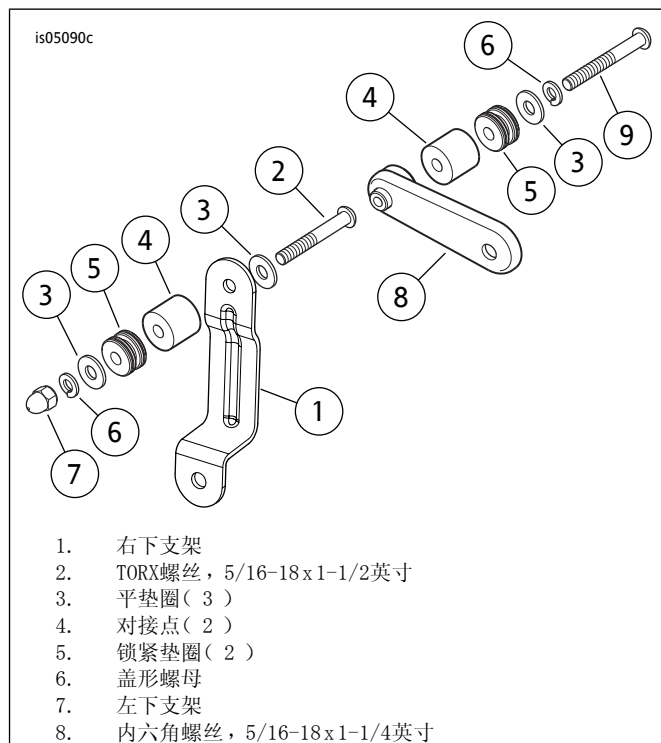
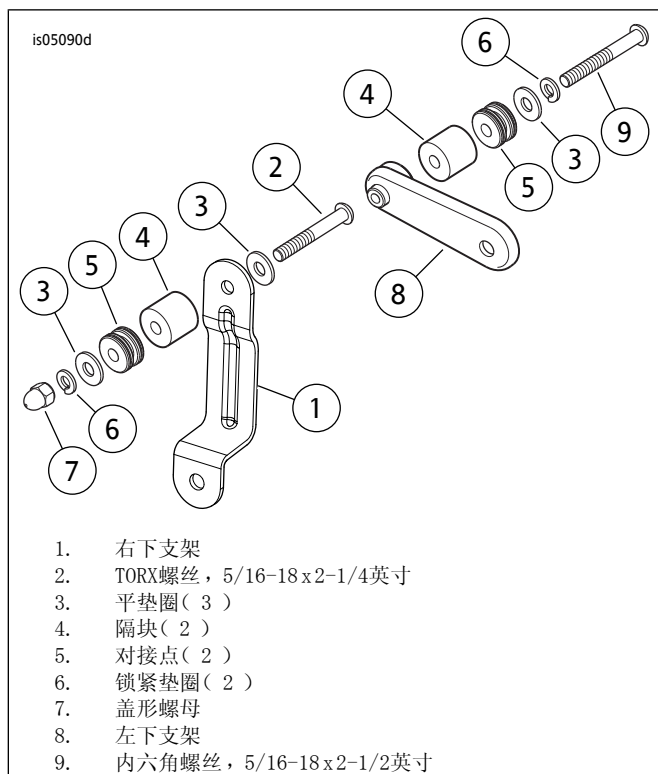

图2。下支架组装(仅边箱)
图3. 下支架组装(多种可拆卸附件)
1. 参见图2。从对接点套件中取出平垫圈(3)和5/16-18 x 38.1 mm (1 1/2 in)长度TORX®螺丝(2)。将垫圈装入螺丝的螺纹上, 如图所示, 将螺丝插入右下支架(1)的上部孔中。
1. 参见图2。从对接点套件中取出5/16-18x32 mm (1 1/4 in)长度六角凹头螺丝(8)。先把锁紧垫圈(5), 然后把平垫圈(3)及对接点(4)滑动到螺丝的螺纹上。
- 参见图3。选择针对您的车型的下支架。定位支架, 朝向如图2所示。从对接点套件中取出平垫圈(3)和5/16-18 x 57.2 mm (2 1/4 in)长度TORX螺丝(2)。将垫圈安装至螺丝的螺纹上, 如图所示, 将螺丝插入右下支架(1)的上部孔(小孔)中。
- 参见图3。从对接点套件中取出5/16-18x63.5 mm (2 1/2 in)长度六角凹头螺丝(9)。先把锁紧垫圈(6), 然后把平垫圈(3)、对接点(5)以及厚隔块(4)滑动到螺丝的螺纹上。